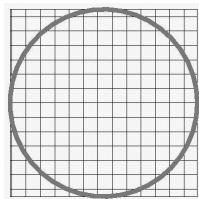

图 7-25 定义后的板形
(2) 选中已绘制的圆，然后选择菜单栏中的“设计”→“板子形状”→“按照选定对象定义”命令，电路板将变成圆形，如图 7-25 所示。